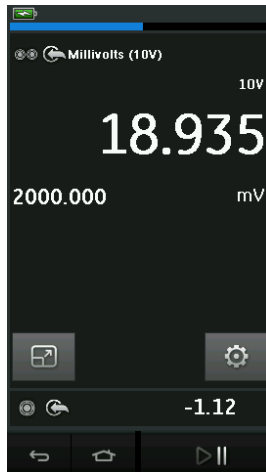

Figure 2-16 : Fenêtre d'étalonnage – Vue développée
- La Figure 2-16 affiche une vue développée du canal sélectionné et réduit les autres canaux.